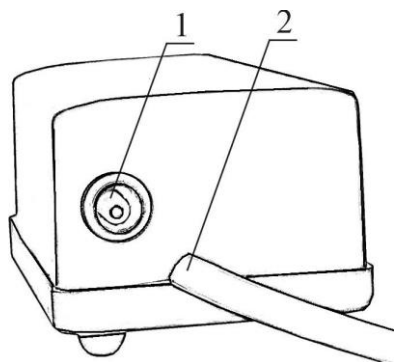

Рисунок 16
2.14.4 Подготовить к работе микрокомпрессор, присоединив к его выходному патрубку 1 (рисунок 16), соответствующий конец воздуховода (см. также рисунок 1). Подключить микрокомпрессор к питающей сети и убедиться в его работоспособности. Микрокомпрессор должен создавать такой воздушный поток, который был бы хорошо ощутим рукой, расположенной на расстоянии 4–5 см от выхода воздуховода.